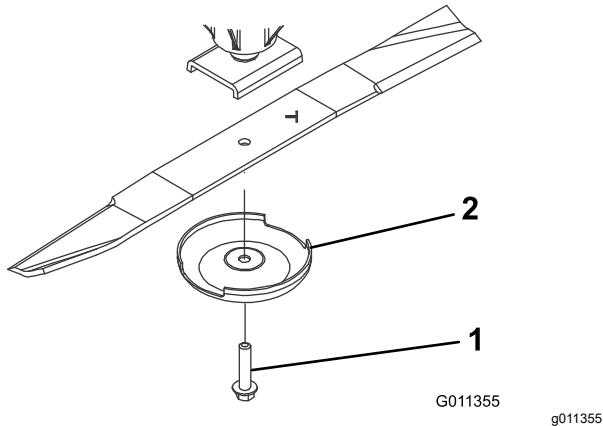

Figure 93
3. Enlevez le boulon, la coupelle de protection et la lame de l'axe de pivot (Figure 93).